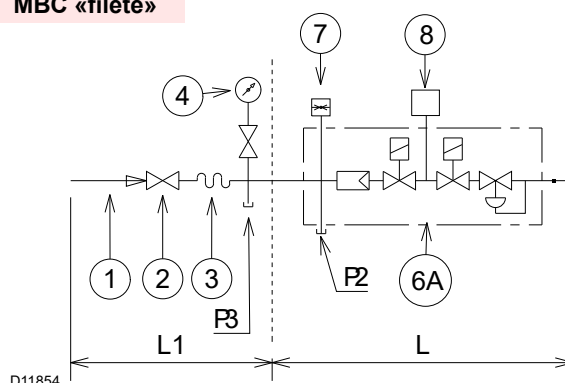
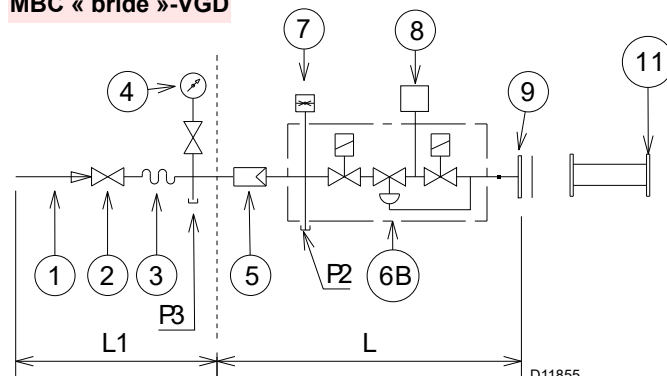
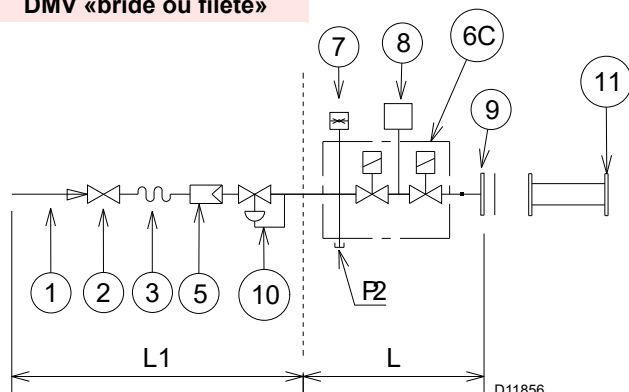
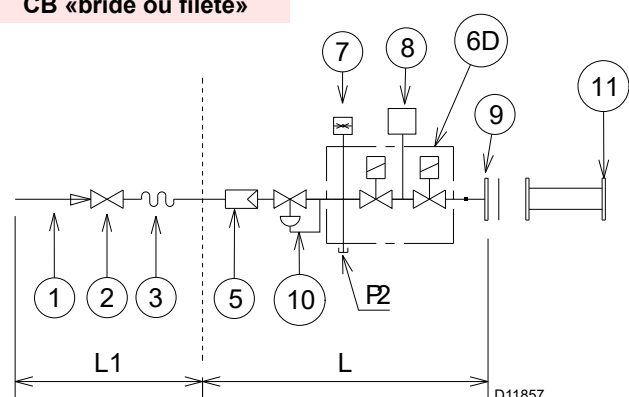

Fig. 21
Fig. 22
Fig. 23
Fig. 24
Légende (Fig. 21 - Fig. 22 - Fig. 23 - Fig. 24)
Pression gaz mesurée à la prise P1 (Fig. 21), avec:
- Soustraire de la pression du gaz à la prise P1 (Fig. 21) la pression de la chambre de combustion;
Pression de gaz à la prise P1 (Fig. 21) = 46,7 mbar
Pour connaître la pression de gaz nécessaire sur la prise P1 (Fig. 21), une fois établie la puissance MAX. à laquelle on veut faire fonctionner le brûleur:
- Lire sur la droite, colonne 1, la pression à la prise P1 (Fig. 21);
Pression nécessaire à la prise P1 (Fig. 21).